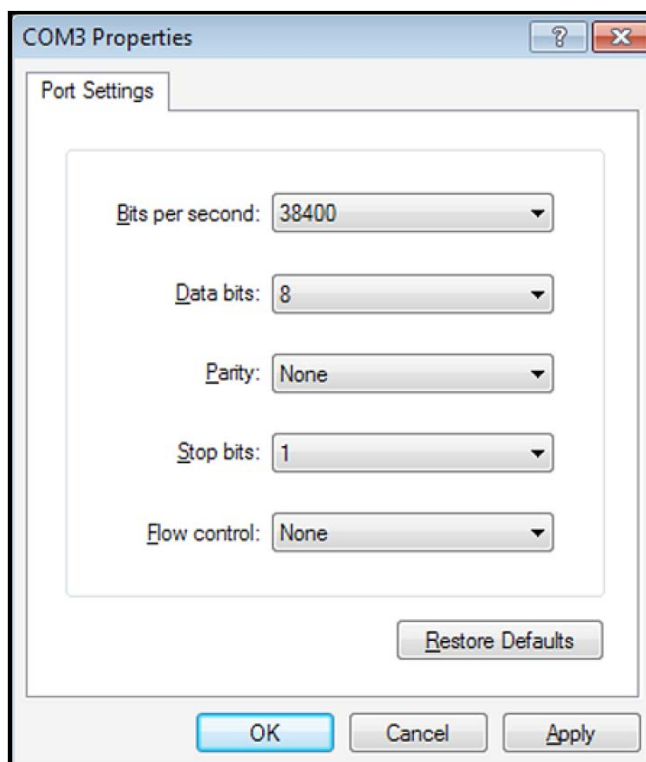

Рис. 10: Окно COM Properties (свойства COM-порта)
2. Запустите программу **HyperTerminal** и установите параметры связи в соответствии с установками для COM-порта расходомера PT878 (см. *рис. 10* ниже).